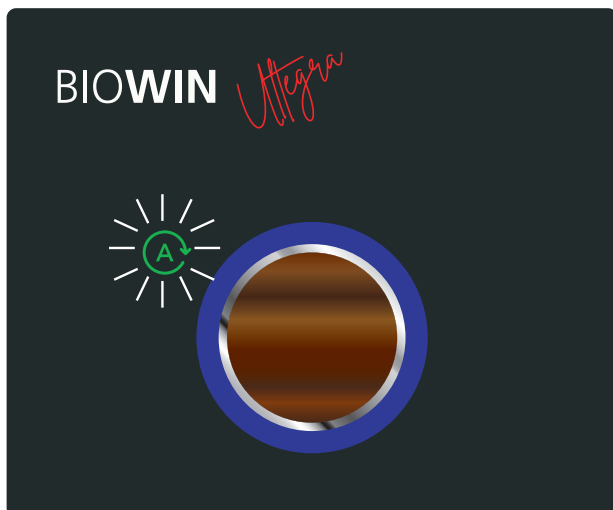
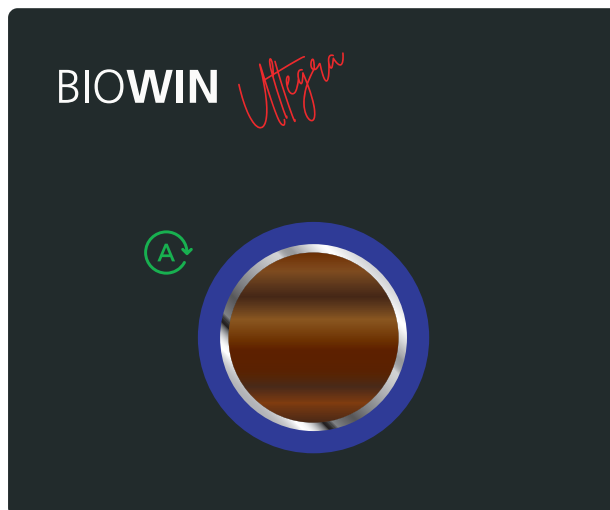

Fig. 16
Fig. 17
- ▶ Ruotare il pulsante myMagic sul simbolo Funzionamento automatico  e premere brevemente. Il simbolo  lampeggia (Fig. 16) e poi si accende in verde, l'anello colorato si accende nella fase di funzionamento attuale – Fig. 17. La caldaia funziona in base alle impostazioni dell'APP per il riscaldamento Windhager "myComfort".